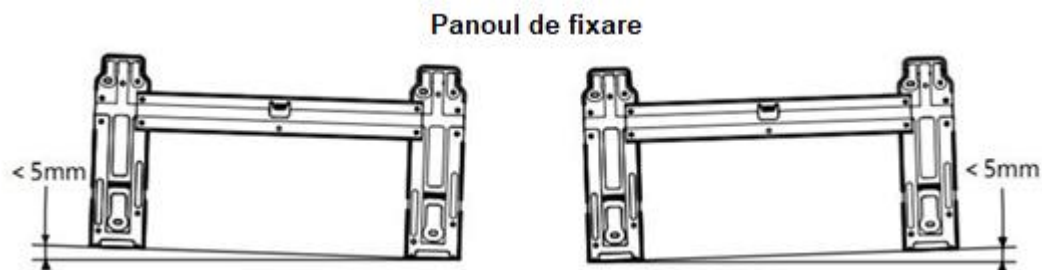

Figura 4.
- Îndepărtați panoul metalic de fixare al unității interioare. Așezați panoul în poziție orizontală. Diferența de înălțime dintre partea stângă și partea dreaptă a panoului de fixare nu trebuie să depășească 5 mm (Figura 4).